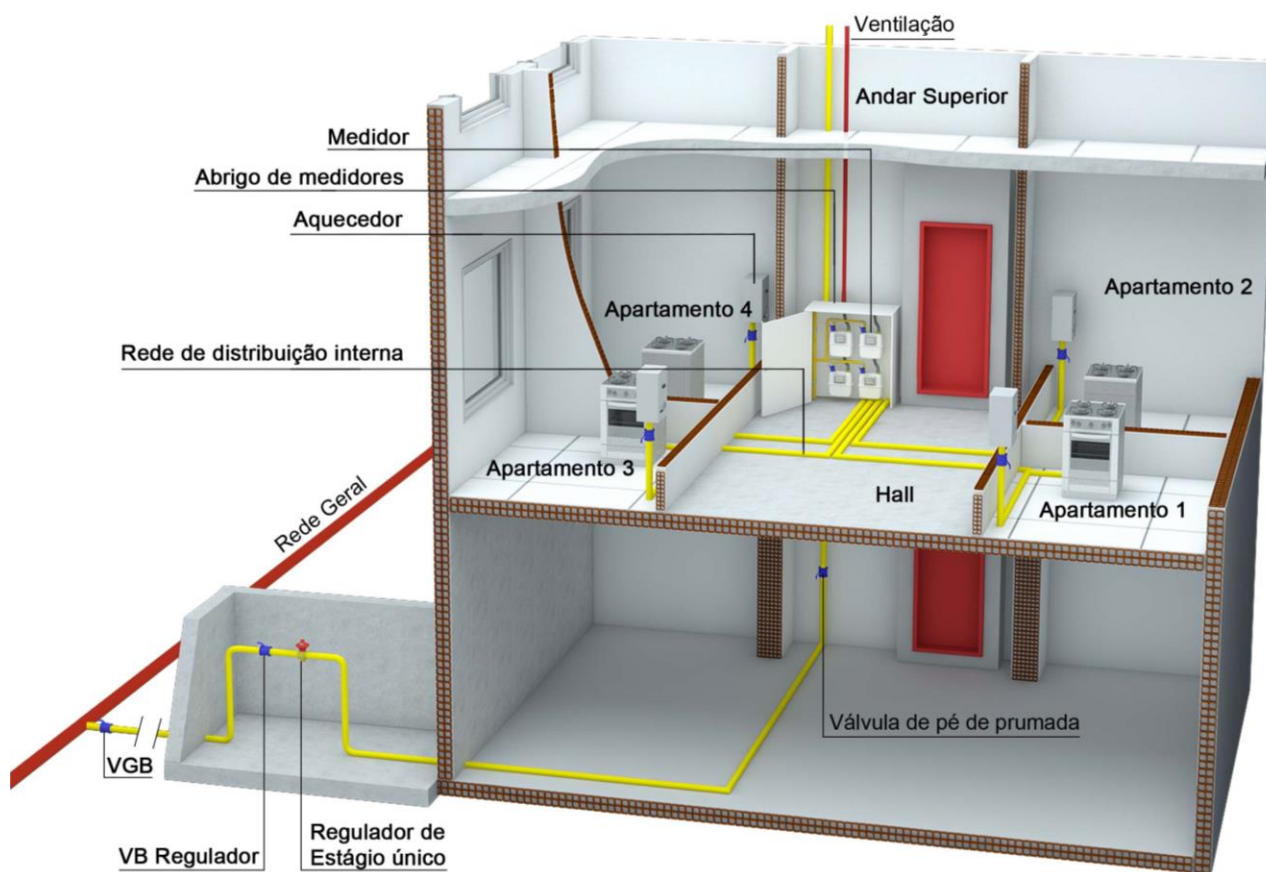

Figura 3.3 - Tipologia ilustrativa com regulador de estágio único, distribuição por prumadas coletivas e medição individual nos andares
- Tipologia com regulador de estágio único, distribuição por prumadas coletivas e medição individual nos andares (figura 3.3).